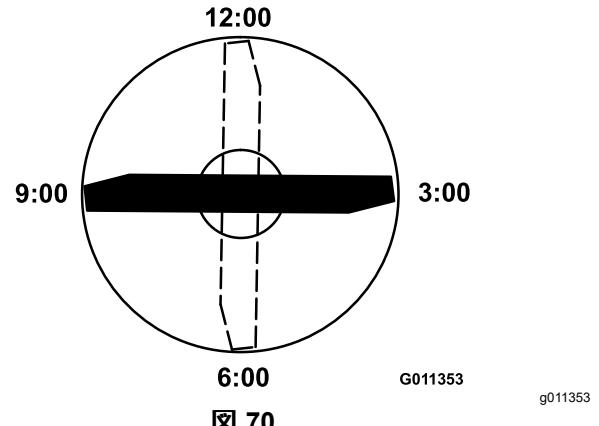

図 70
- ブレードの印の付いているほうの端部を 12 時の位置車両進行方向に向か、作業台の表面からブレードの切っ先までの高さを測定する図 70。
- 印の付いている端部を 3 時の位置と 9 時の位置に向けてそれぞれ高さを測定する図 70。